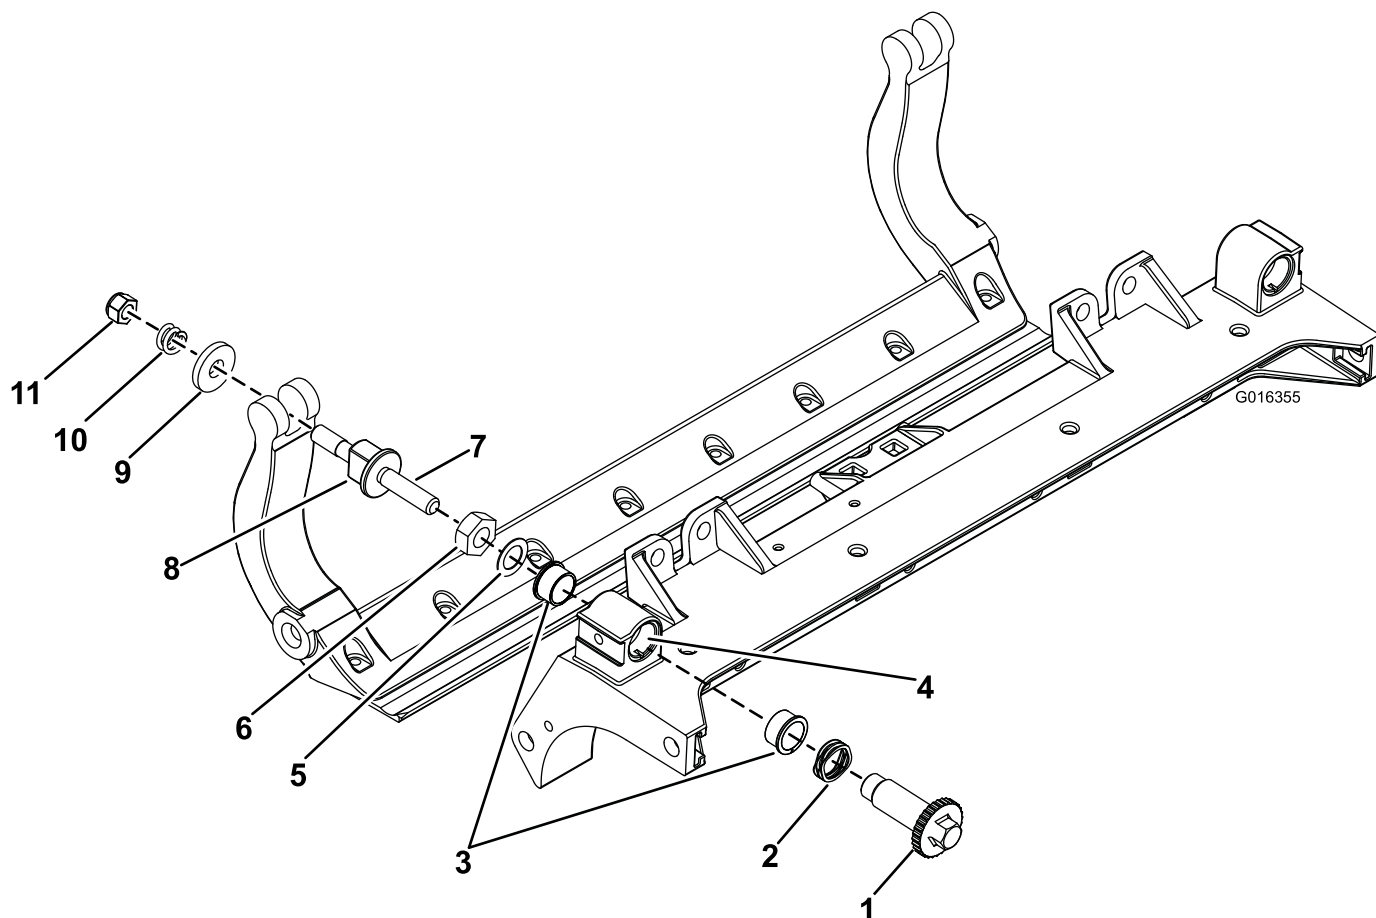

Figura 33
1. Retire todas as peças; consulte as *Instruções de instalação* do Kit DPA HD Modelo 120-7230 e Figura 33.
2. Aplique composto antigripagem no interior da área dos casquilhos na estrutura unidade de corte central (Figura 33).
3. Alinhe as chaves nos casquilhos das flanges com as ranhuras na estrutura e instale os casquilhos (Figura 33).
4. Instale uma anilha ondulada no veio do ajustador e deslize o veio para os casquilhos da flange na estrutura da unidade de corte (Figura 33).
5. Prenda o veio ajustador com uma anilha plana e uma porca de bloqueio (Figura 33). Aperte a porca de bloqueio com uma força de 20 a 27 N m.
- B. Coloque uma arruela de aço no exterior de cada uma das arruelas de nylon (Figura 33).